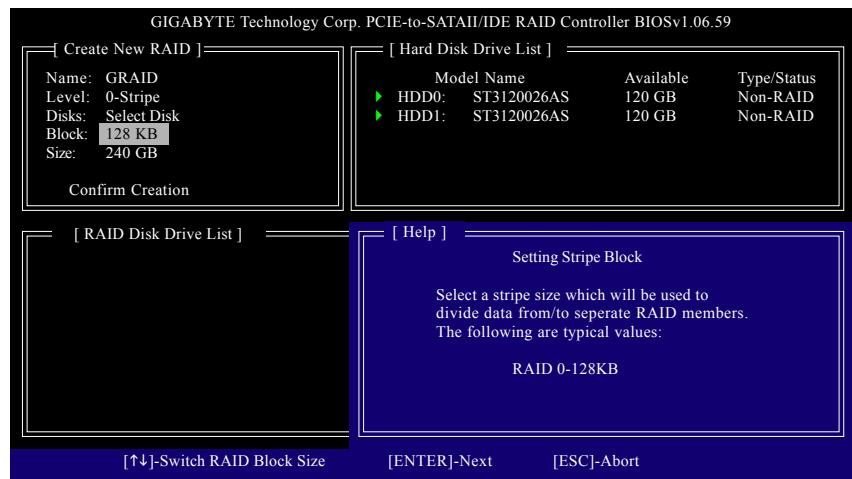

図 6
4. **ブロックサイズの設定 (RAID 0 のみ):** Block アイテムの下で、上または下矢印キーを使用してストライブブロックサイズを 4 KB ~ 128 KB の間で選択します (図 6)。<Enter> を押します。